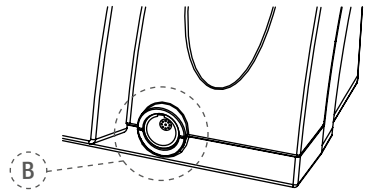

Fig. 3 Metalbøsning
3. Sæt mikromotorstikket i 9 pin-metalbøsningen (B - se fig. 3) på forsiden af apparatet.